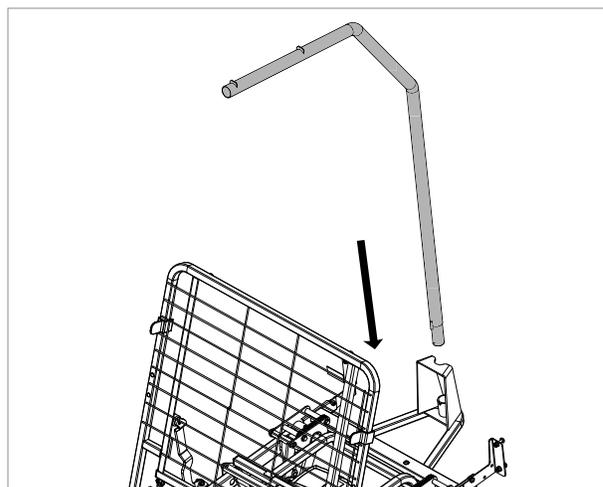

Figure 7.6 – Tête de lit retirée pour plus de clarté
6. Insérez la potence dans le support de la potence comme illustré à la Figure 7.6.